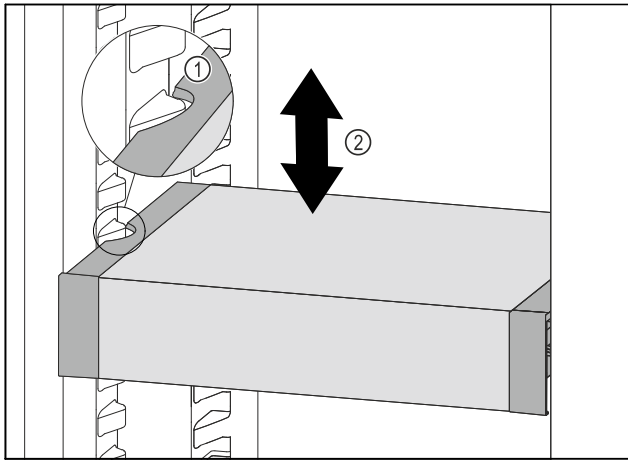

Fig. 91
- ▶ Tire del VarioSafe hacia delante hasta que los huecos laterales del VarioSafe se encuentren a la altura de la nervadura del recipiente en el compartimento del frigorífico. Fig. 91 (1)
- ▶ Mueva el VarioSafe hacia arriba o hacia abajo en el compartimento del frigorífico hasta alcanzar la altura deseada. Fig. 91 (2)